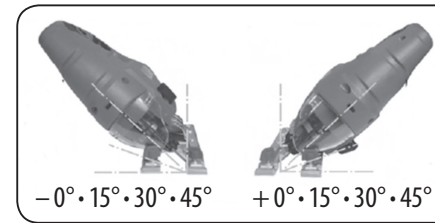

Abb. 2
- ✓ Einstellbarer senkrechter Schneidwinkel $\pm 0^\circ, 15^\circ, 30^\circ, 45^\circ$ (Abb. 2).